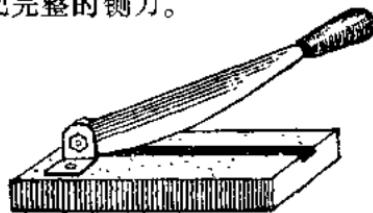

图 5
4. 最后，把准备好的直角形的两块铁皮，用钉子钉在长方形木块尾部加以固定，砂好的废钢锯条作为铡刀放在木板槽中，尾部用铆钉按图 5 所示把它铆好或者用螺丝和螺帽把它固定即成一把完整的铡刀。